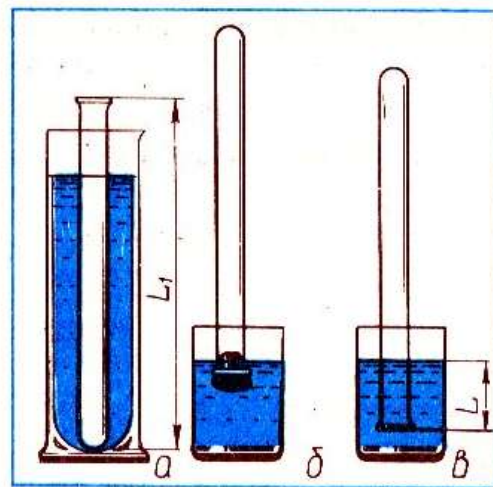

рис.1
1. Скляну трубку відкритим кінцем догори вставляють на 3-5 хв. у циліндричну посудину з гарячою водою (рис. 1, а). У цьому випадку об'єм повітря V_1 дорівнює об'єму скляної трубки, а температура – температурі гарячої води T_1 , яку вимірюємо термометром. Це – перший стан.
(рис. 1, б), а потім під водою знімають пластилін. В міру охолодження повітря в трубці вода в ній підніматиметься. Після припинення піднімання води в трубці об'єм повітря V_2 та тиск p_2 в ній зменшаться.
3. Щоб тиск повітря в трубці знову дорівнював атмосферному, потрібно збільшити глибину занурення трубки в склянку доти, поки рівні води в трубці і в склянці не будуть однаковими (рис. 1, в). Це буде другий стан повітря в трубці при температурі навколишнього повітря T_2 .